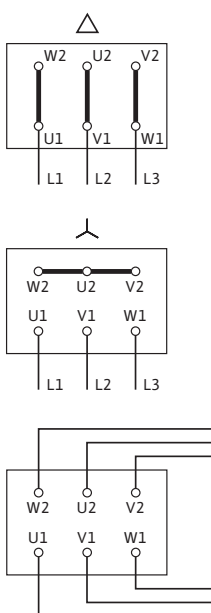

Fig. 11: Nätanslutning
- Anslutningsschemat för elanslutningen finns på insidan av kopplingsboxskyddet (se även fig. 11).
- Nätanslutningen till uttagsplinten är beroende av motoreffekten P_2 , nätspänningen och tillslagstypen. Den nödvändiga kopplingen av byglingarna i kopplingsboxen beskrivs i tabellen och i fig. 11.